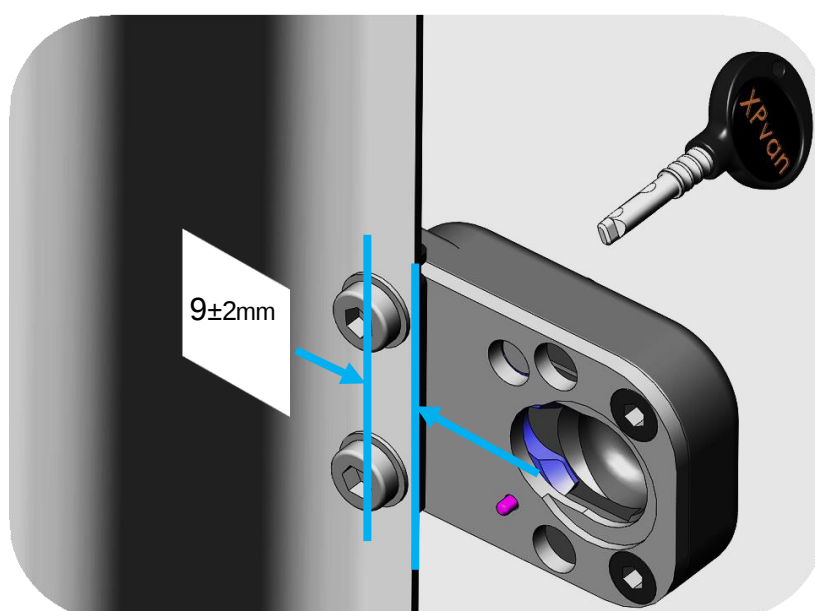

Fig.5
- La position des deux trous de 8 mm se situe à environ 9 ± 2 mm du bord vertical de la porte ouvrante (voir fig. 5). Il s'agit de la surface la plus résistante de la porte. La tolérance indiquée permet de positionner la tête cylindrique du goujon M8 à l'intérieur du bord et jamais au-delà.
La fixation du corps de serrure prévoit normalement les trous sur l'extrême bord de la porte arrière, avec les deux goujons M8 à tête bombée. Avant de percer, vérifiez que la tête du goujon M8 se trouve à l'intérieur du bord (voir fig. 5).